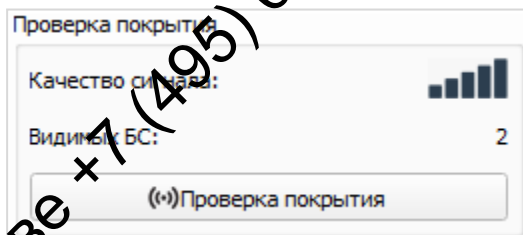

Рис. 14 — Поле «Проверка покрытия»
3.4.2.8 «Проверка покрытия» (не отображается в режиме работы «Простой») – при нажатии счетчик отправляет в сеть LoRaWAN специальный сигнал, в ответ на который сеть сообщает ему количество базовых станций, принявших данный сигнал и его качество (рис. 14). Данная функция работает только когда счетчик присоединен к сети.